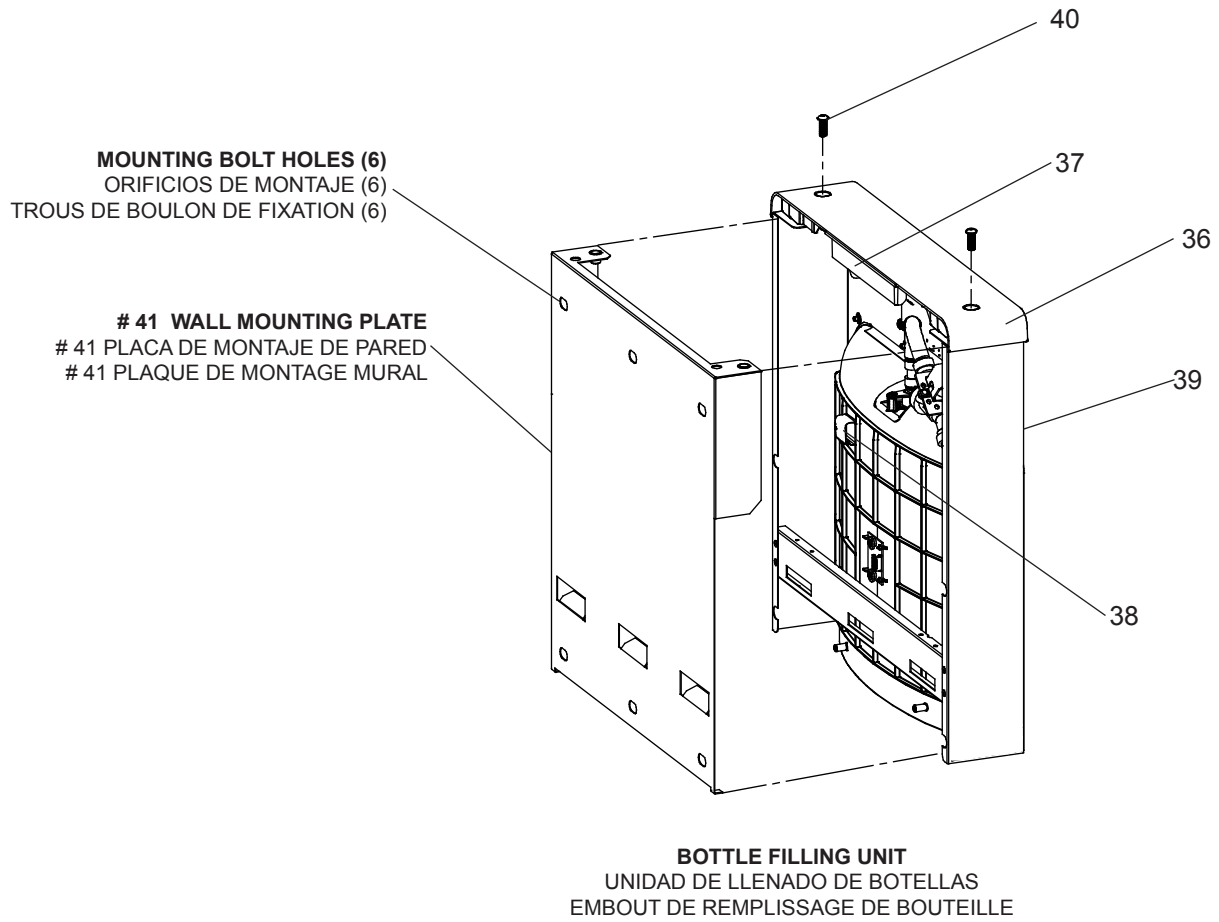
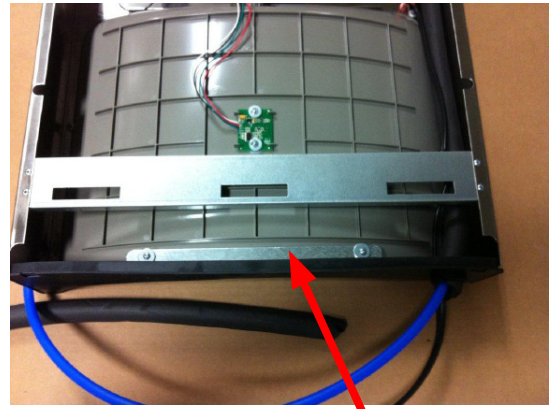

Fig. 4
Fig. 6
- 1) Remove two (2) mounting screws with 5/32" Allen wrench holding top cover to Bottle Filler (See Fig.4, Pg. 9). Remove top cover. Note do not discard mounting screws, they will be needed to reinstall top cover.
- 4) Install wall mounting plate to wall using six (6) 7/16" arround mounting holes (mounting bolts not included) (See Fig.4, Pg. 9). Use appropriate fasteners for your wall type.
- 7) Feed power cord & 3/8" water line through hole in tower/basin gasket (See Fig 6, Pg. 7).
- 10) With the power cord, wire(s), and waterline through hole on top of water cooler place Bottle Filler on the three (3) angled tabs protruding from the wall mounting plate, installed on wall. Make sure round boss in gasket fits in hole of basin. (See Fig. 6, Pg. 7).
- 11) Once Bottle Filler is installed on wall plate tabs, water line, wire(s) and power cord are installed properly, push top of Bottle Filler toward wall and line up top cover two (2) holes.
- 12) Reinstall Top Cover on Bottle Filler (See Fig. 4, Pg. 7) with two mounting screws from step 1 above. Caution, do not over tighten screws.
- 10) Con el cable de alimentación, cable (s), y la línea de flotación a través del agujero en la parte superior de la botella de agua más fría lugar de relleno en los tres (3) pestañas inclinadas que sobresalen de la placa de montaje en la pared, instalada en la pared. Asegúrese de que el jefe ronda en junta encaja en el agujero de la cuenca. (Ver Fig. 6, pág 7).
- 11) Una vez Botella de relleno está instalado en orejas de la placa de la pared, la línea de agua, cable (s) y el cable de alimentación se ha instalado correctamente, empuje la parte superior de la botella de relleno hacia muro y la línea de cubierta superior y dos (2) agujeros.
- 12) Vuelva a instalar la cubierta superior de la botella de relleno (Ver Fig. 4, pág 9) con dos tornillos de montaje desde el paso 1 anterior. Precaución, no apretar demasiado los tornillos.
- 1) Retirez les deux vis (2) de montage avec 5/32 "clé Allen tenant capot supérieur pour bouteille de remplissage (voir figure 4, Pg 9). Retirez le couvercle supérieur. Remarque Ne jetez pas les vis de montage, ils seront nécessaires pour réinstaller le capot supérieur
- 4) Installer la plaque de montage de mur à mur à l'aide de six (6) 7/16 "oblong trous de fixation (vis de fixation non inclus) (Voir la figure 4, pg. 9). Utiliser des attaches appropriées à votre type de mur.
- 7) Nourrir le cordon d'alimentation et 3/8 "ligne d'eau à travers le trou dans la tour / bassin joint (voir figure 6, pg. 7).
- 10) Avec le cordon d'alimentation, le câble (s), et la ligne de flottaison à travers le trou sur le dessus de l'eau plus froide lieu bouteille de remplissage sur les trois (3) pattes coudées dépassant de la plaque de montage mural, installé sur le mur. Assurez-vous que patron de ronde en joint inscrit dans le trou de bassin. (Voir fig. 6, pg. 7).
- 11) Une fois Bouteille de remplissage est installé sur les onglets de la plaque murale, ligne d'eau, fil (s) et le cordon d'alimentation sont installés correctement, appuyez dessus de bouteille de remplissage vers mur et aligner rembourrage deux (2) trous.
- 12) Réinstaller le couvercle sur bouteille de remplissage (fig. 4, pg. 9) avec deux vis de fixation de l'étape 1 ci-dessus. Attention, ne pas trop serrer les vis